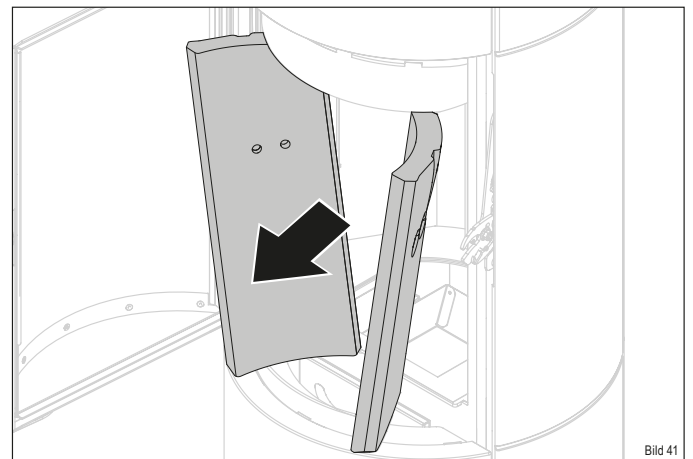

Bild 41
- ▶ Entnehmen Sie die zwei seitlichen Thermosteine (Bild 41).